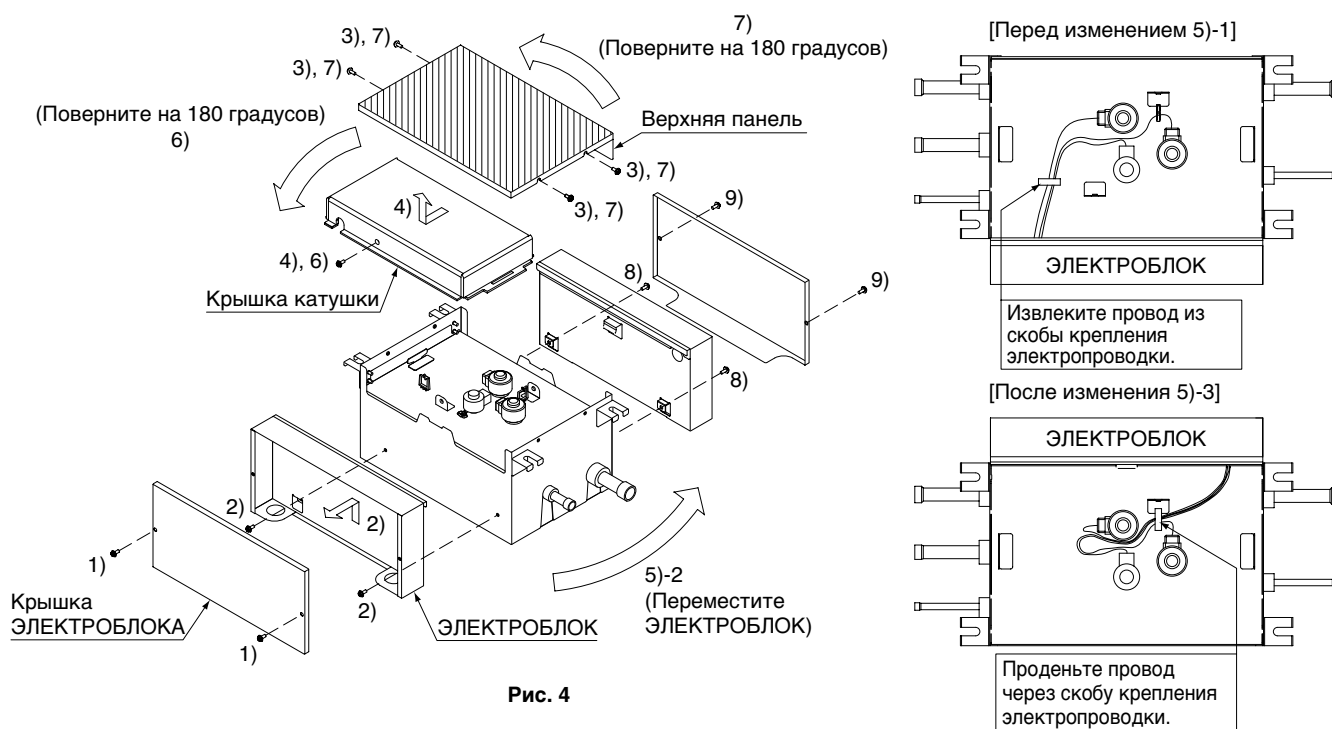

Рис. 4
(1) При необходимости, используйте следующую процедуру для изменения установочной поверхности ЭЛЕКТРОБЛОКА. (См. рис. 4)